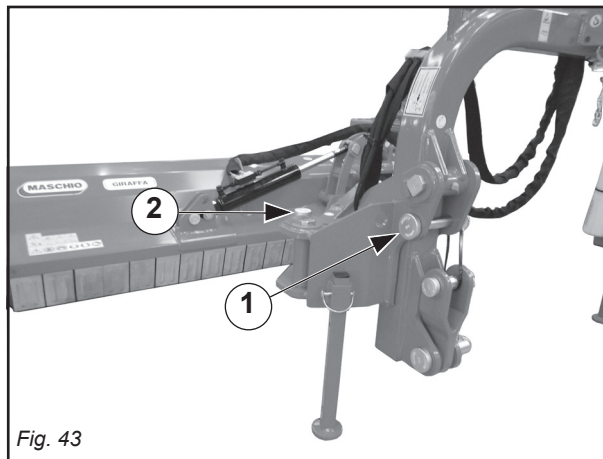

Fig. 43
- 1) Inserire i perni (1-2 Fig. 43) bloccare il tutto infilando e azionando in sicurezza i relativi spinotti a scatto.
- 1) Insert the pins (1-2 Fig. 43), then lock everything in place by inserting and safely activating the relative snap-pins